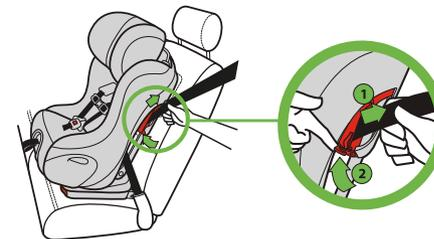

Figura 64
- Si se va a utilizar un cinturón de regazo y hombro: Mientras mantiene apretado el cinturón del vehículo, cierre los dos broches para la posición viendo hacia adelante como se muestra en la **Figura 64**.